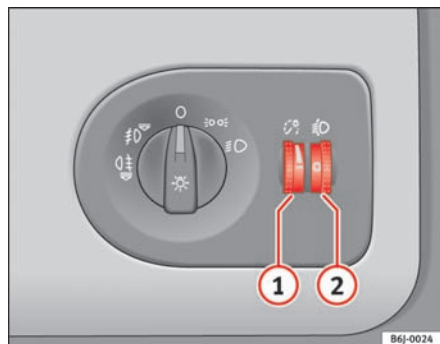

Fig. 52 Instrumentpanel: indstillingshjul til instrument- og kontaktbelysning samt til lyslængderegulering
Når forlygterne er tændt, kan lysstyrken i instrumenter og kontakter reguleres til at passe til dine behov ved at dreje på indstillingshjulet ⇒ fig. 52 ①.